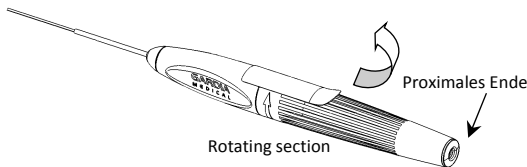

Abb. 4: Entfernung des Sicherheitsaufklebers
1. Aktivierungsgriff festhalten und den Sicherheitsaufkleber abziehen (Abb. 4).